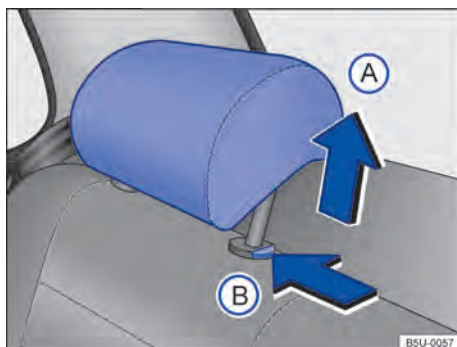

Fig. 68 Ajustar o apoio para cabeça traseiro.
- Empurrar o apoio para cabeça para cima na direção da seta → Fig. 68 (A) ou com a tecla → Fig. 68 (B) pressionada, empurrar para baixo → ▲ em *Introdução ao tema* na página 78.